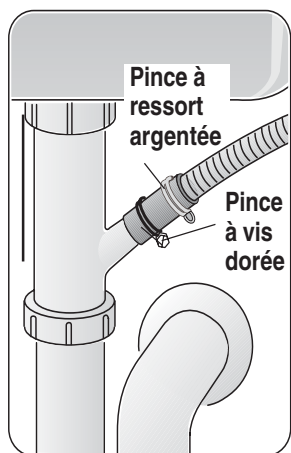

Figure 23
- 1 Directement sous la connexion de vidange de l'évier, **figure 23**.